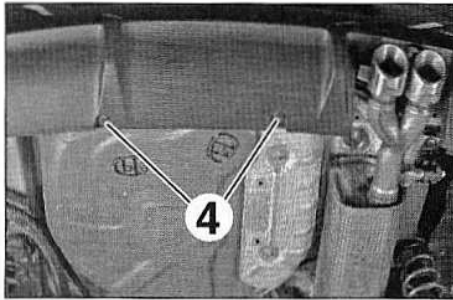

FIG.78
- Déposer les agrafes (4) (Fig.78).